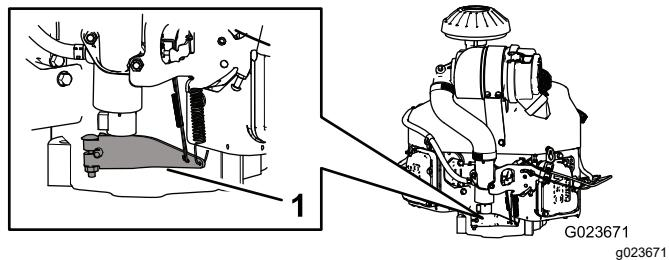

Bild 65
3. Drücken Sie das Federende des Lenkarms nach unten (Bild 65).